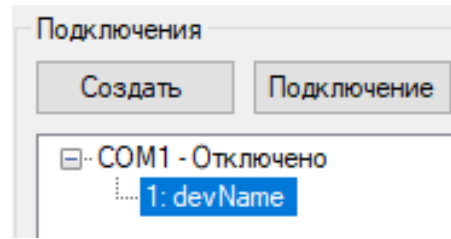

Рисунок 9. Выделено устройство, которое нужно изменить.
6.8.1.5 В группе Подключения щелкнуть правой кнопкой мыши на первое устройство – первый дочерний элемент первого подключения (например: дочерний элемент «COM1 – Отключено» – «1: devName», см. Рисунок 9), выбрать пункт «Изменить». Отобразится окно Изменение устройства.